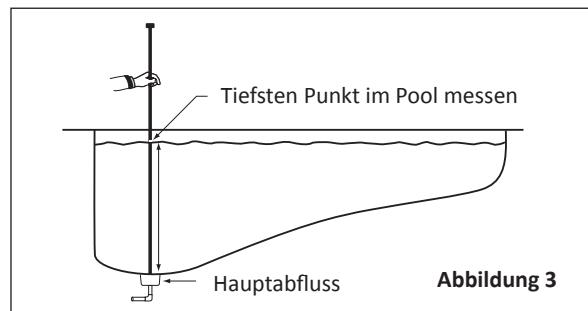

Abbildung 3
1. Messen Sie den tiefsten Punkt im Pool. Siehe **Abbildung 3**.